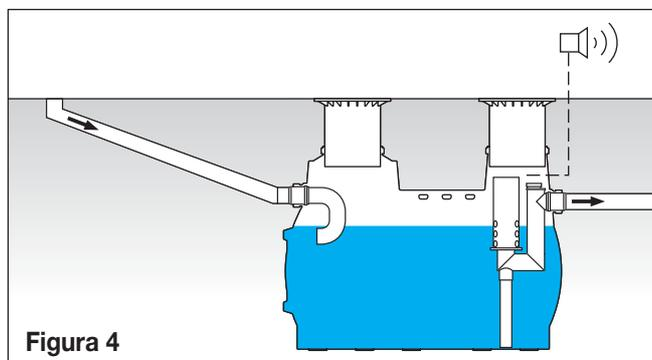

Figura 4
Si esta sobre-elevación no se puede cumplir, se deberá instalar un dispositivo de aviso para los hidrocarburos (véase figura 4).
■ **Figura 4**